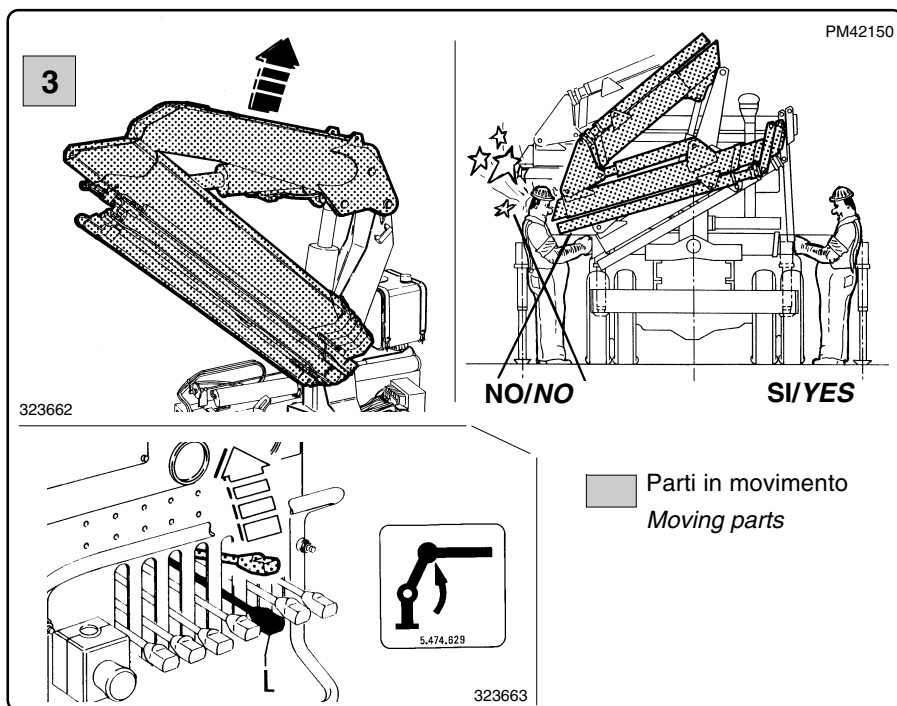

fig. 6.8.4
**P**er la sicurezza dell'operatore comandare l'apertura della gru operando con le leve poste dal lato distributore (lato opposto all'apertura del braccio (vedi fig. 6.8.4).
***For safety reasons, open the crane using the levers on control valve block side. Side opposite to where the boom is opened (see fig. 6.8.4).***
- 3** Azionare verso l'alto il comando del martinetto colonna (leva "L"), facendo attenzione agli ingombri, sino ad ottenere la completa apertura della gru (fig. 6.8.4).
- 3** *Activate the column cylinder up, lever "L", taking care to avoid obstacles, until the crane is fully opened (fig. 6.8.4).*
Il movimento del braccio in apertura e chiusura potrebbe causare infortunio all'operatore pertanto comandare i movimenti dal lato opposto all'apertura della gru (fig. 6.8.4).
*The movement of the boom when opening and closing could endanger the operator. It is therefore recommended to control the movements on the opposite side of the crane (fig. 6.8.4).*